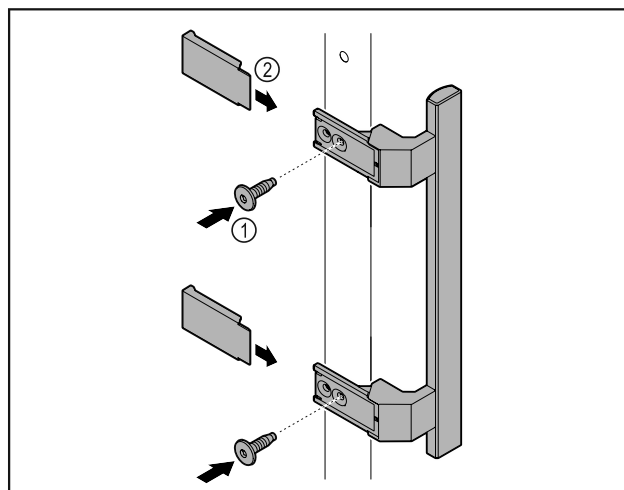

Fig. 8
- Rokturi no atsevišķā piederumu iepakojuma ar klāt pievienoto skrūvju Fig. 8 (1) palīdzību piestipriniet pie durvīm.
- Uzlieciet pārsegu Fig. 8 (2).